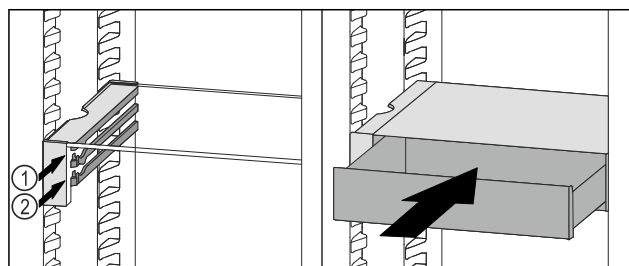

Fig. 94
- ▶ Așezați sertarul VarioSafe în spatele opritoarelor pe nervura dorită Fig. 94 (1) sau Fig. 94 (2).